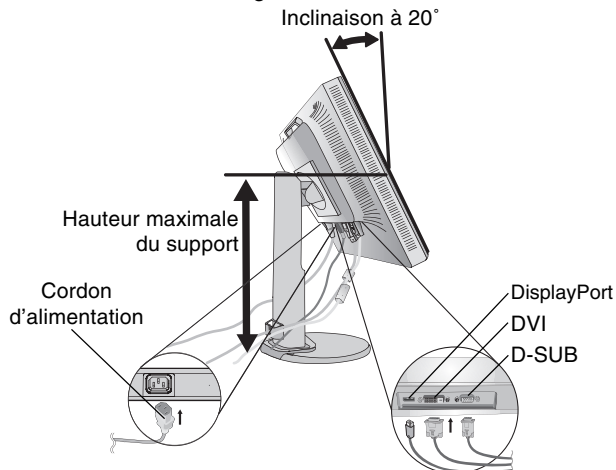

Figure B.1
3. Placez les mains de chaque côté du moniteur pour incliner l'écran LCD de 20 degrés et le placer sur la position la plus haute (**Figure B.1**).
4. Reliez tous les câbles au connecteur approprié à l'arrière du moniteur (**Figure B.1**).